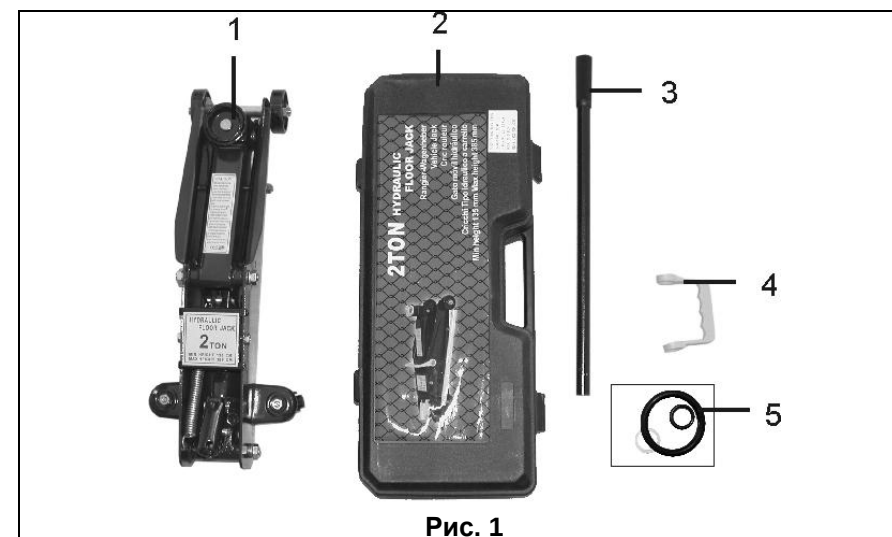

Рис. 1
3. КОМПЛЕКТНОСТЬ (Рис. 1)
В комплект поставки входит (Рис. 1):
5.4. В случае вытекания масла из гидроцилиндра воспользуйтесь прокладками из ремонтного комплекта (5), Рис. 1.